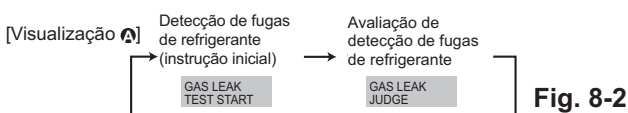

Fig. 8-2
- 2 Prima o botão **CLOCK** e seleccione [GAS LEAK TEST START] (Iniciar teste de fuga de gás). (Fig. 8-2)